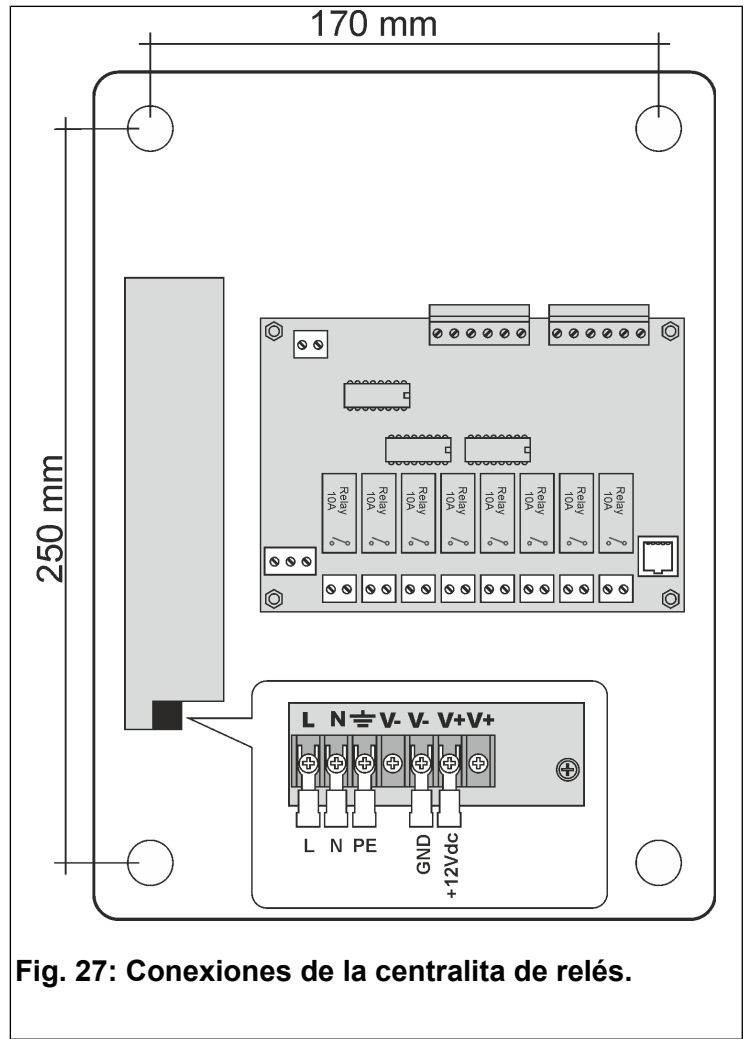

Fig. 27: Conexiones de la centralita de relés.
- Fijar la **centralita de relés** usando los 4 agujeros del fondo (Fig. 27).
Conectar el conductor de puesta a tierra al terminal de horquilla suministrado, como se indica en la Fig. 27. El terminal suministrado es indicado para cables de 0,5–1,5 mm² de sección.
Conectar los conductores de alimentación a los bornes L y N del alimentador, como se indica en la Fig. 27, usando los terminales de horquilla suministrados, indicados para cables de 0,5-1,5 mm² de sección.